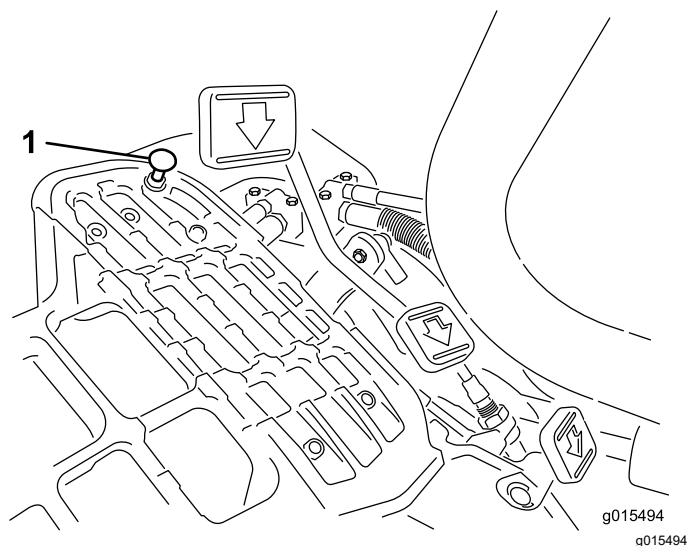

Figura 38
Para obtener la velocidad de transporte máxima, ponga la palanca de control funcional en la posición de TRANSPORTE y presione el pedal de tracción. Si el pedal hace contacto con el tope (Figura 38) antes de que sienta tensión en el cable, complete el siguiente procedimiento de ajuste:
1. Ponga la palanca de control funcional en la posición de TRANSPORTE y afloje la contratuerca que sujeta el tope del pedal a la chapa de suelo (Figura 38).